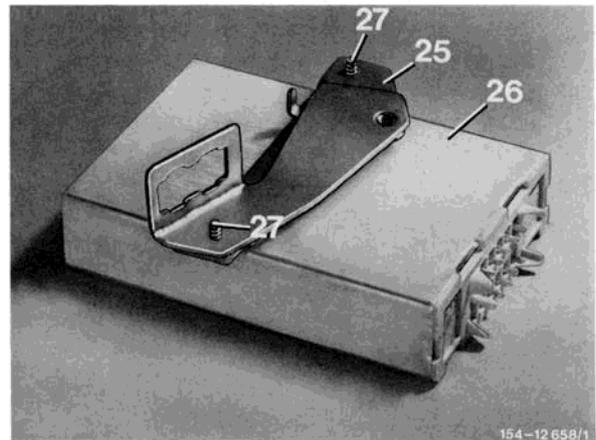

Bild 9
**26** Steuergerät am Halter montieren (Bild 9).